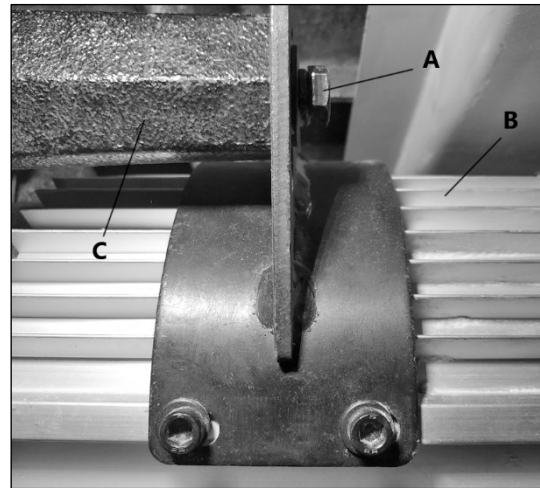

Рисунок 37
- Ослабьте болт А (рис. 37), фиксирующий положение двигателя В на кронштейне С.